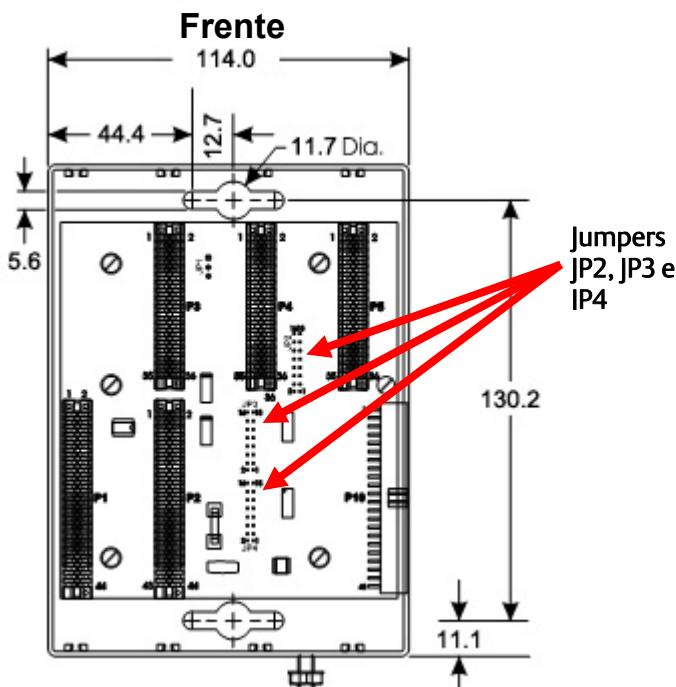

Figura 2. Dimensões do invólucro de base com 4 slots do ControlWave Micro (em milímetros)
- Invólucro de base.** Posicione-o, como desejado, dentro da placa de montagem do invólucro e localize os furos de montagem da placa, usando o ControlWave Micro como modelo. Consulte a Figura 2 para saber as dimensões. Perfure e cubra os orifícios dentro da placa de montagem. Coloque o ControlWave Micro sobre os orifícios cobertos e prenda-o à placa com quatro parafusos (não fornecidos). Aperte os parafusos com torque de aproximadamente 1,1 a 1,4 N·m.
Nota: Se você estiver prendendo um invólucro de expansão a um invólucro de base com 4 ou 8 slots, retire as três terminações de barramento (JP2, JP3 e JP4, mostradas dentro da Figura 2) do backplane do invólucro de base com 4 ou 8 slots.
Os invólucros de base têm um terminal de aterrimento (consulte a Figura 2) que acomoda um fio de até 5,19 mm (4 AWG). Após instalar o invólucro de base e todos os invólucros de expansão e **antes** de instalar todos os módulos nos invólucros de base ou de expansão, você **deverá** passar um fio-terra entre o terminal de aterrimento do invólucro de base e um bom ponto de ligação ao aterrimento. Todos os pontos de ligação ao aterrimento devem ter uma haste de aterrimento ou uma impedância de rede de até 2,0 ohms, conforme medição feita por um